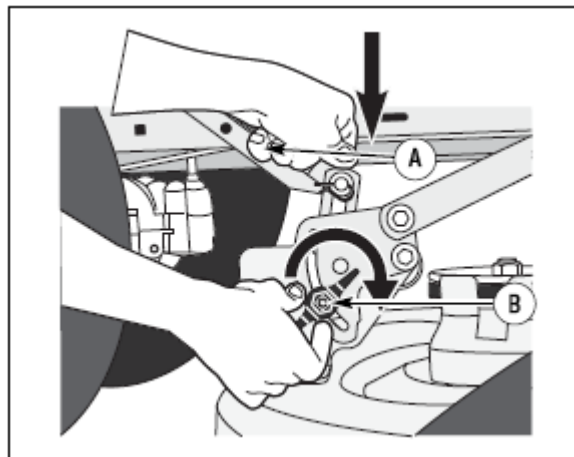

Рис. 36:
4. Ослабьте левую и правую регулировочную головку (рис. 36). Надавите на деку. Убедитесь, что обе стороны деки стоят на ровной поверхности. Также, подъемные тяги должны свободно перемещаться.
5. Нажмите на подъемные тяги и затяните обе регулировочные головки (рис. 36). Момент затяжки пластиковых головок: 9,5 Нм; момент затяжки металлических головок: 13,5 Нм.